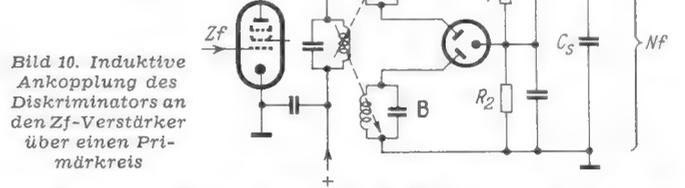

Bild 10. Induktive Ankopplung des Diskriminators an den Zf-Verstärker über einen Primärkreis
b) über einen Primärkreis $L_0 C_0$ erfolgen, der an der Anode der letzten Zf-Stufe liegt und auf die Trägerfrequenz abgestimmt ist. An diesen Kreis sind die beiden Diskriminatore Kreise A und B induktiv angeschlossen (Bild 10). Vorteil: Einfachheit der Schaltung; Nachteil: Schwieriger Abgleich der Kreise A und B, da sie über den Primärkreis miteinander verkoppelt sind und sich bei der Abstimmung untereinander beeinflussen.